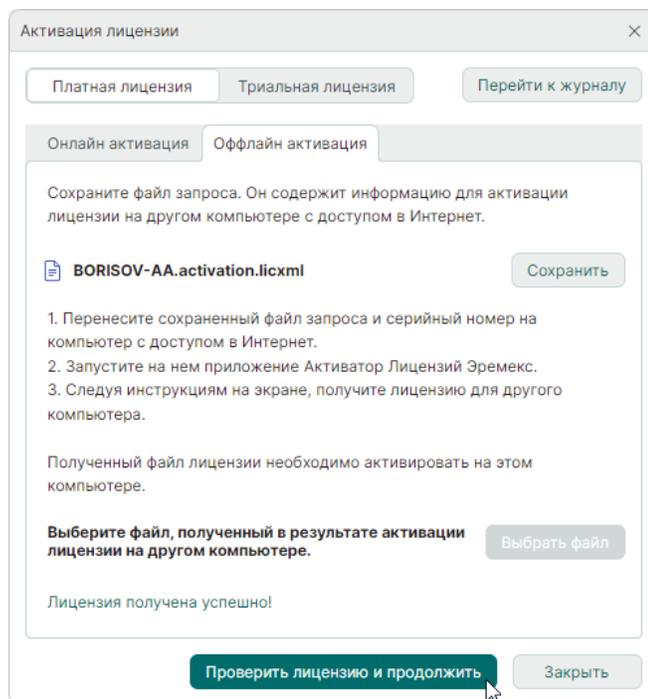

Рис. 26 Завершение активации
10. Нажмите «Проверить лицензию и продолжить», см. Рис. 26.